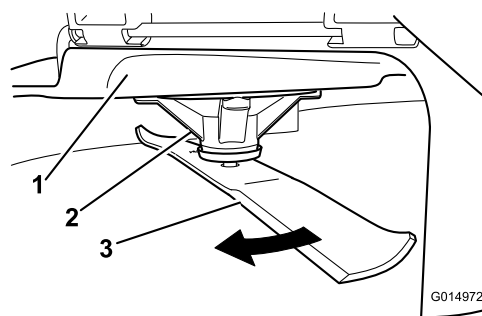

Figure 49
2. Enfilez des gants épais ou utilisez une autre protection adéquate pour les mains, et faites tourner la lame lentement jusqu'à une position permettant de mesurer la distance entre le tranchant et la surface plane sur laquelle se trouve la machine (Figure 49).